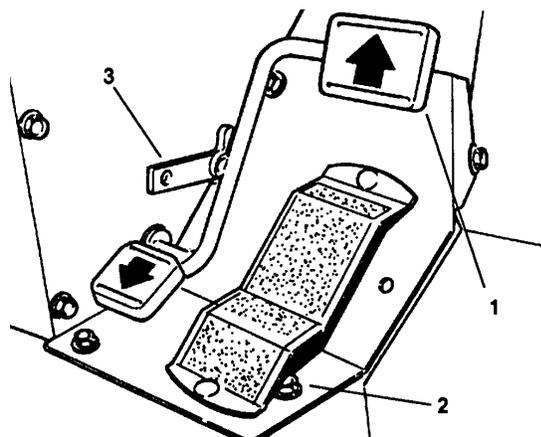

Fig. 9
**Leva del cambio (Modelli a diesel)** (Fig. 9)—La leva della camma, di fianco al pedale di trazione, può essere fatta girare per mantenere la velocità richiesta.